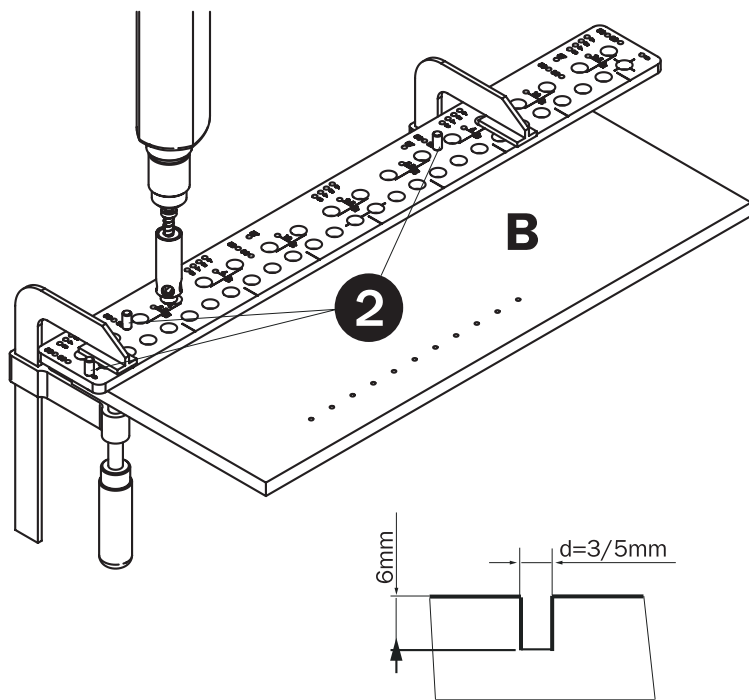

Fig. 9
Inserite due perni (pos. 2) nei fori 50 e un arresto (pos. 2) nel foro 0 al margine della dima. Posizionate **CMT900** sul pezzo di lavoro in modo che i due perni nei fori 50 aderiscono al bordo anteriore del pezzo di lavoro e che l'arresto (pos. 2) nel foro 0 aderisca al bordo superiore del pezzo di lavoro. Usando i fori 50 posizionerete i reggiscaffali nella distanza di 50mm dal bordo anteriore. Usate l'adattatore portapunta **CMT400-1** con la punta per fori non passanti a seconda del diametro del reggiscaffale (**Fig. 9**).